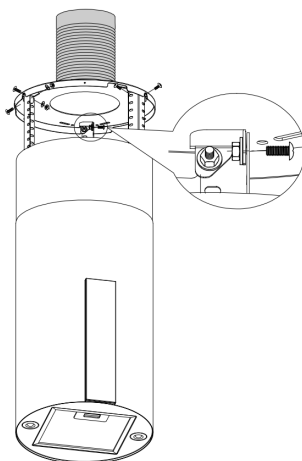

Rys. 6
7. Zainstaluj trójkątny łącznik na zamontowanych kątownikach stalowych przy użyciu 6 śrub M4X10 z nakrętkami M4 i podkładkami. Patrz Rys. 6.